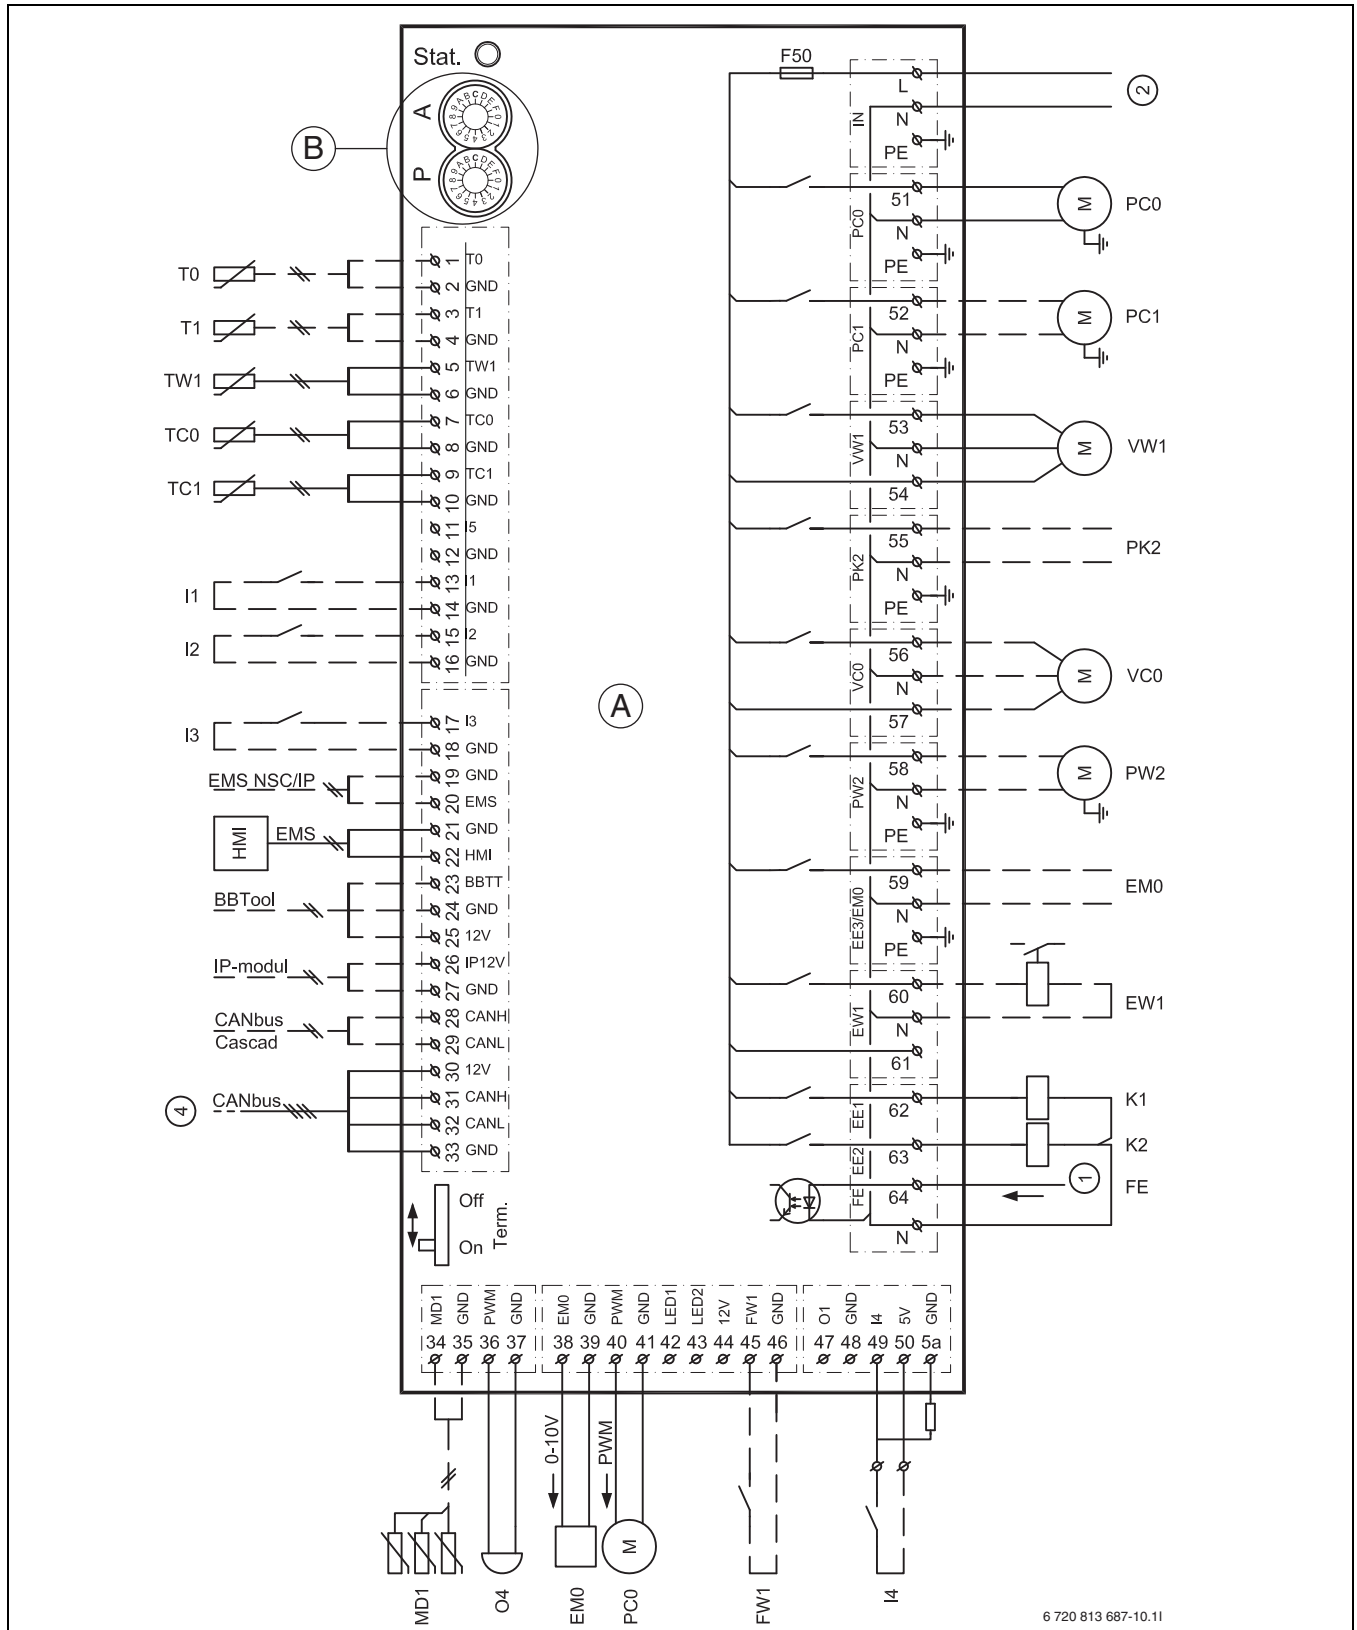

Fig. 29 Koblingsskjema, installasjonsmodul
- [1] Alarm til trykkvokteren/elektrisk tilskudd ([1] fig. 29)
- [2] 230 V~ driftsspenning, installasjonsmodul ([2] fig. 29)
- [4] CAN-BUS fra installasjonsmodulen ([4] fig. 29)